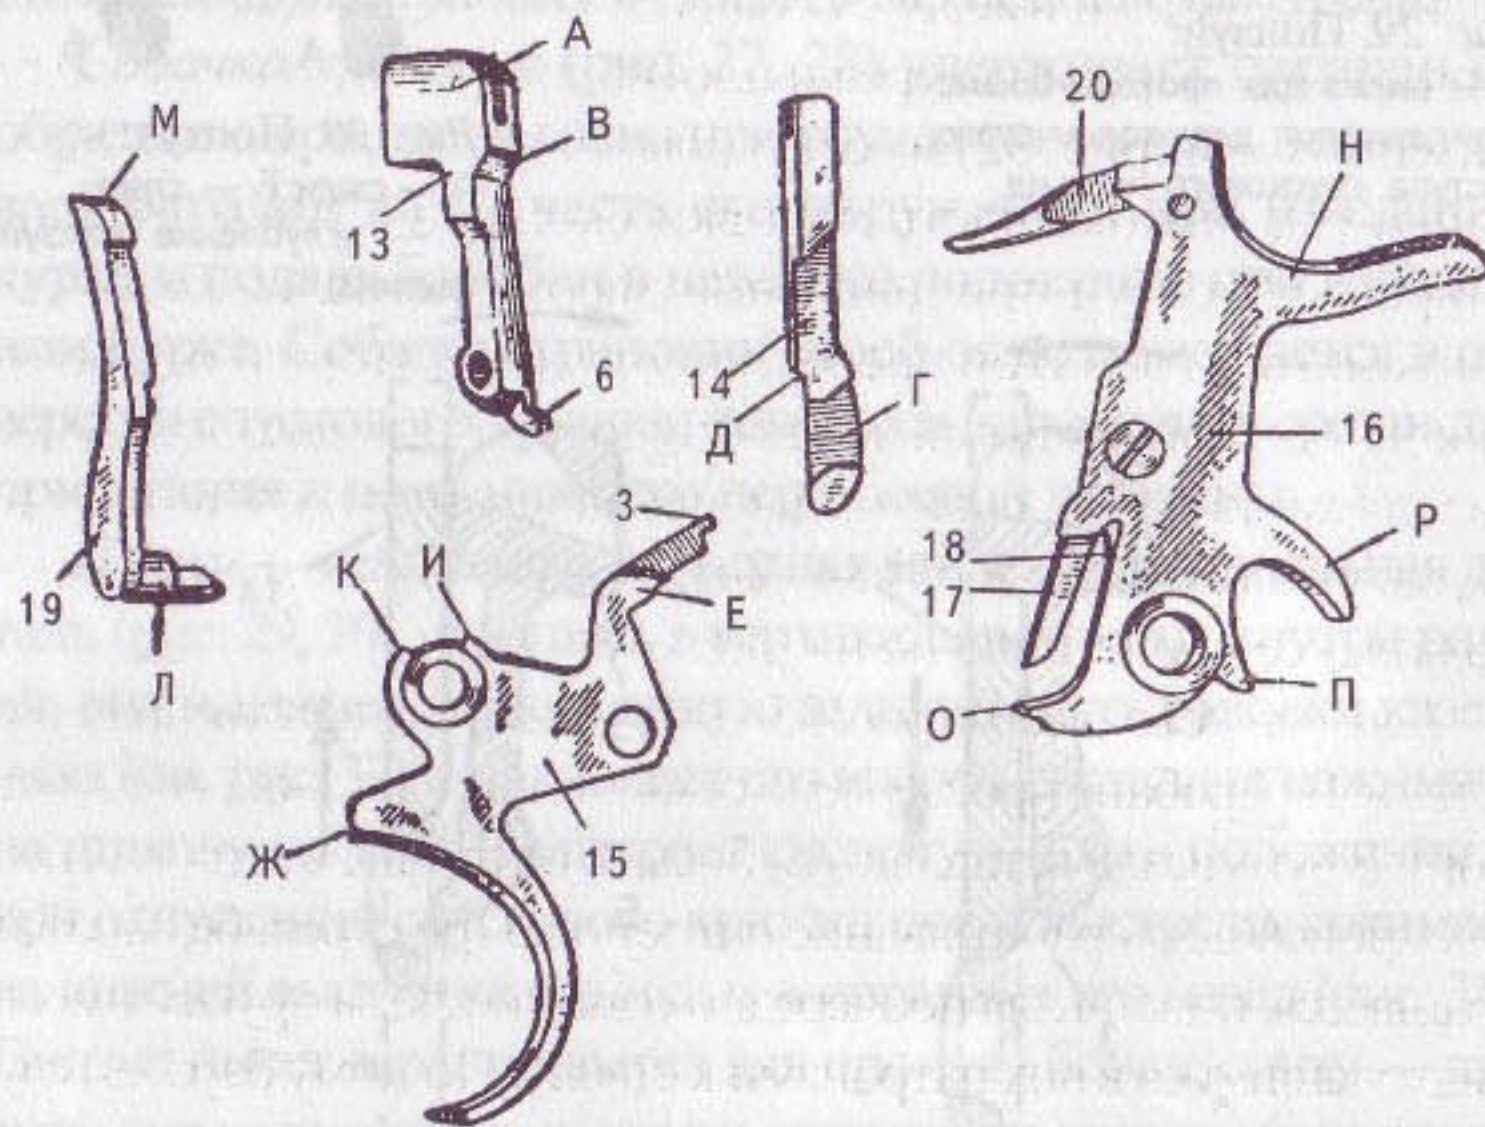

Рис. 34. Детали замочного механизма:
Казенник (рис. 32, 33) при взведении курка нажимает на шляпку патрона и вместе с собачкой-храповиком придвигает заряженный барабан вперед и плотно прижимает его к стволу. Казенник (см. рис. 32) имеет головку с каналом для прохода бойка (1), нижняя часть головки скошена (2), в этот скос упирается ползун при движении вверх, заставляя казенник наклоняться головкой вперед; выступ (3), который от давления на него опускающимся ползуном возвращает казенник назад (см. рис. 31); отверстие для надевания на ось-шпильку, запрессованную в рамке. Детали замочного механизма в комплексе представлены на рис. 34.